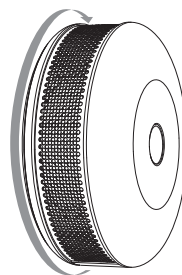

Fig. 7
7. Przekręć urządzenie zgodnie z ruchem wskazówek zegara, aby je zamocować (Fig. 7).